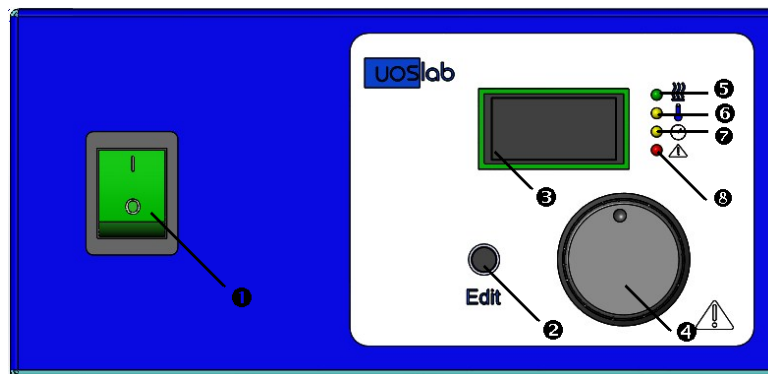

Рис. 3
- 5.1.1. Баня оснащена електронним контролером, що містить цифровий дисплей, індикатор нагріву, кнопку переходу в режим редагування програми, регулятор з кнопкою та вимикачем живлення (рис. 3):